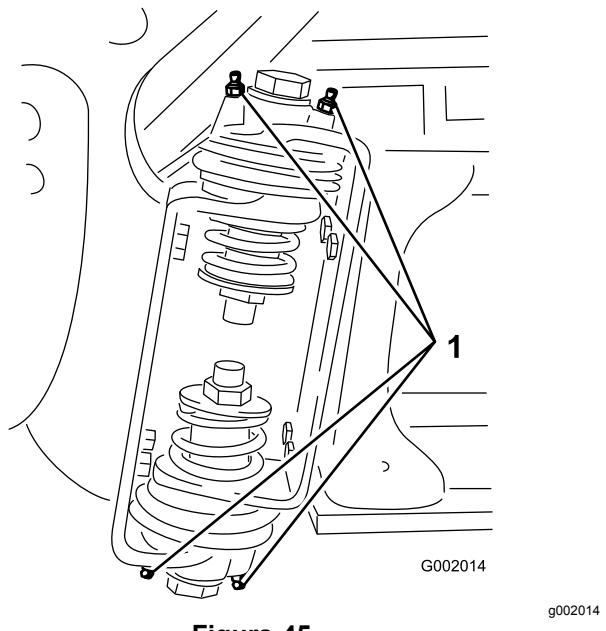

Figura 45
2. Introduza massa lubrificante no rolamento ou casquilho de cada união **Figura 45**.